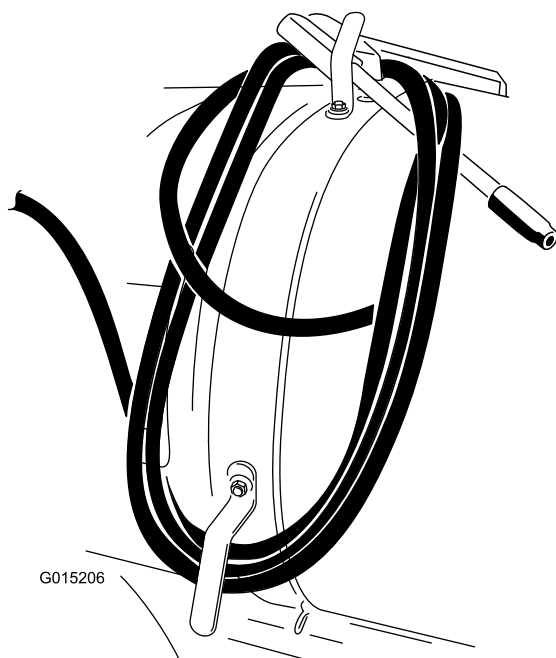

Рисунок 12
3. Намотайте излишнюю длину шланга на крюки бака и закрепите пистолет, как показано на Рисунок 12.